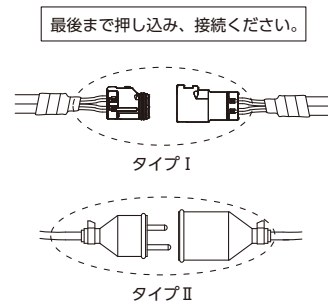

図 4-3 コネクタの接続
- ・コネクタは最後まで押し込み、接続願います。(図4-3参照)